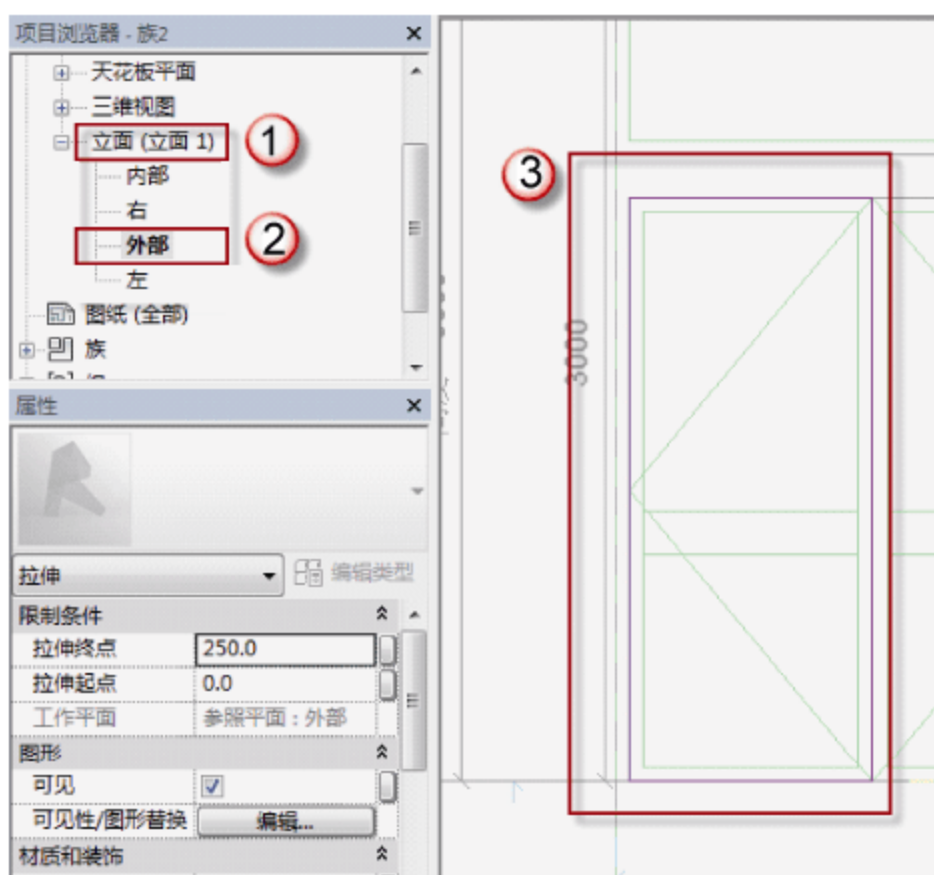
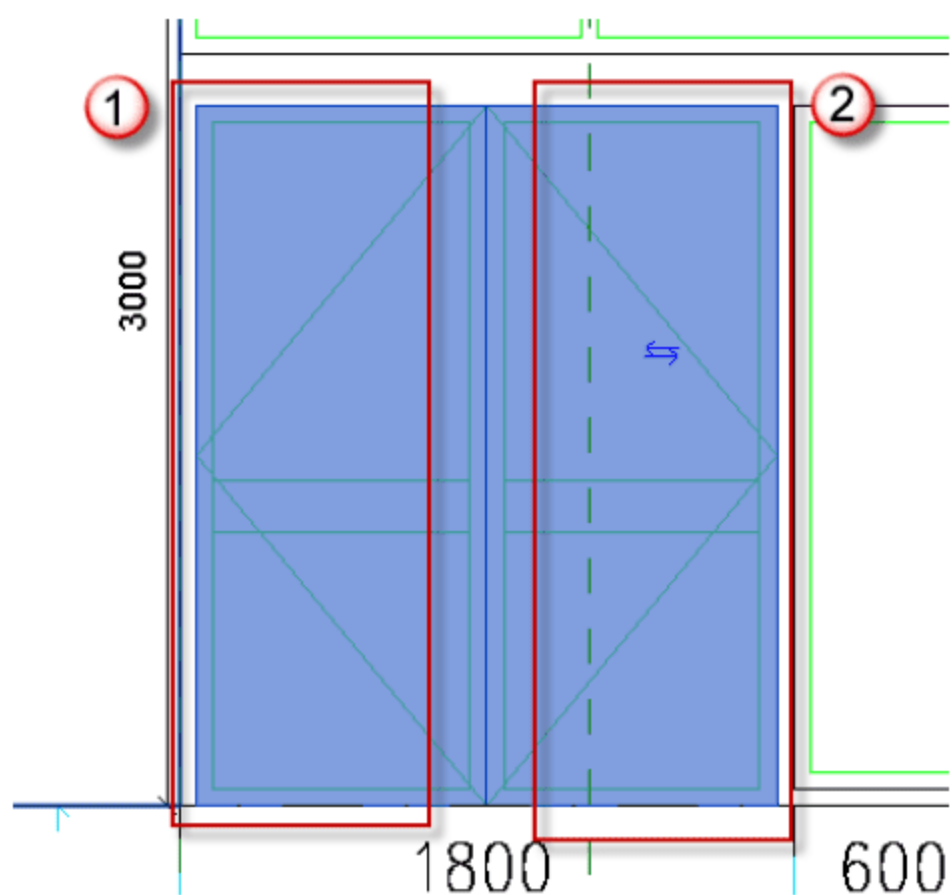

图 6.3.15 绘制 MC2430 门板
图 6.3.16 完成门板绘制
(14) 绘制 MC2430 门板。选择“项目浏览器”中的“立面(立面1)”→“外部”命令,可以进入 MC2430 的外部立面视图。选择“创建”→“拉伸”命令,进入“修改|编辑拉伸”界面,用菜单中的绘制工具完成门板绘制,如图 6.3.15 所示。绘制完成后,单击√按钮。然后重复选择“创建”→“拉伸”命令将右边门板用“拉伸”工具绘制出来,单击√按钮完成绘制,如图 6.3.16 所示。